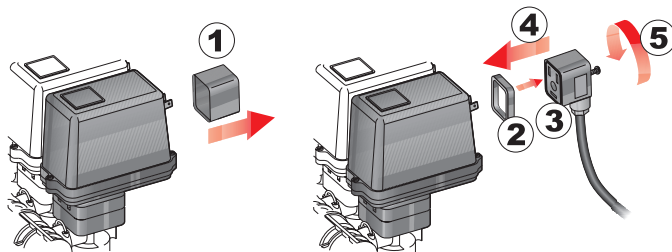

Fig. 10
- Tutti i connettori di collegamento alle valvole devono essere forniti della guarnizione di tenuta prima di procedere al collegamento (Fig. 10).
- Togliete il cappuccio di protezione (1, Fig. 10) dalla valvola elettrica.
- Posizionate la guarnizione (2) imboccandola sul connettore (3) quindi collegate il connettore premendolo a fondo (4): **fate attenzione, durante l'inserimento, a non piegare i contatti elettrici sulla valvola.**
- Avvitare la vite (5) fino al completo serraggio.